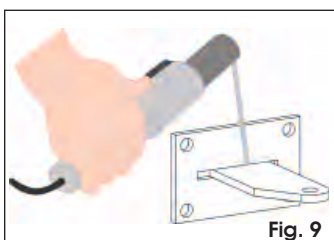

Fig. 9
- Saldare la staffa posteriore alla piastra ad avvitare inserendola nell'apposita fessura (Fig. 9).